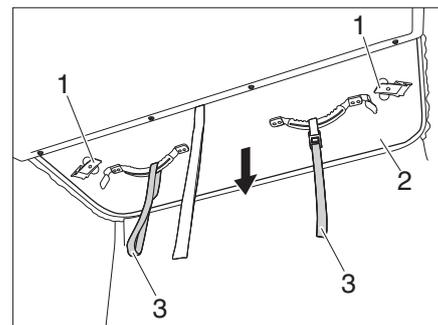
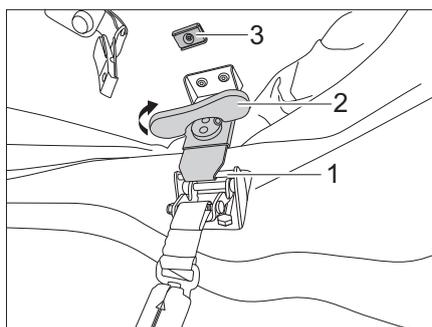

Fig. 15 Abbassamento del tetto sollevabile
Fig. 16 Fissaggio del bloccaggio
- ▷ Per evitare possibili danni al stoffa della tenda, fissare la leva di chiusura (Fig. 15,1) in alto al magnete (Fig. 16,3).
- ▷ Prima della partenza verificare che le leve di chiusura dei bloccaggi (Fig. 16,1) siano fissate correttamente a sinistra e a destra. All'occorrenza, regolare i bloccaggi conformemente alle istruzioni del produttore.
- Controllare che i bloccaggi siano fissati ai magneti (Fig. 16,3).
- Abbassare **lentamente** il tetto sollevabile (Fig. 15,2) tirando per i dispositivi di trazione (Fig. 15,3) con sguardo rivolto verso la parte posteriore e osservare se il tessuto della tenda cade correttamente all'interno.
- Staccare la leva di chiusura (Fig. 15,1) dal magnete (Fig. 16,3) e agganciarla nell'elemento di arresto (Fig. 16,1).
- Ruotare la maniglia girevole (Fig. 16,2) del bloccaggio in senso orario fissando il bloccaggio.
- Ribaltare la maniglia girevole (Fig. 16,2) verso l'alto.
- ▷ Se la leva di chiusura (Fig. 15,1) ha troppo gioco e il tetto sollevabile non si chiude correttamente, è possibile aggiustare il bloccaggio, vedi capitolo 12.3.2.